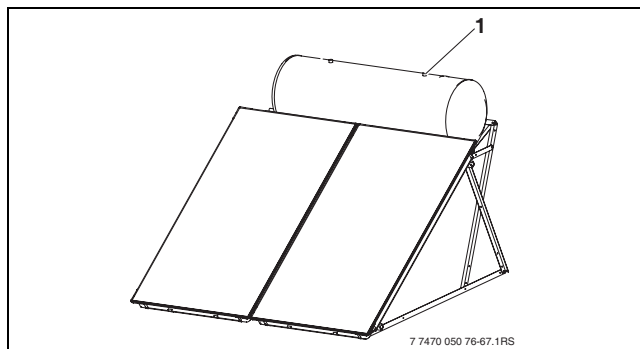

Fig. 69 Llenado de la instalación
- ▶ Llenar el acumulador con el líquido solar por arriba (→ Fig. 69, [1]), hasta que salga por el tubo de alimentación.